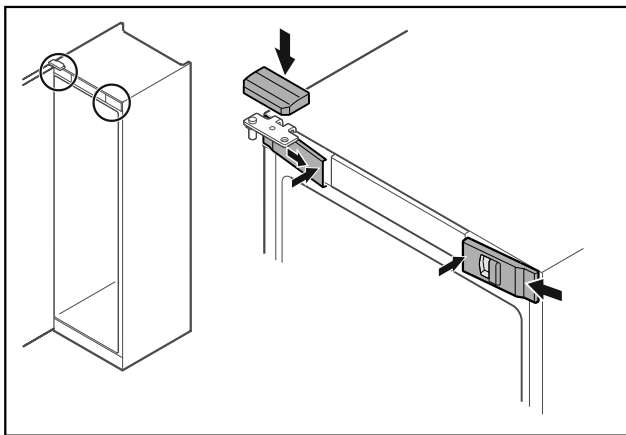

Fig. 46 \*
- ▶ Enganchar las cubiertas delanteras Fig. 46 (1) lateralmente y encajar el interior.\*
- ▶ Encajar la cubierta superior Fig. 46 (2) desde arriba.\*